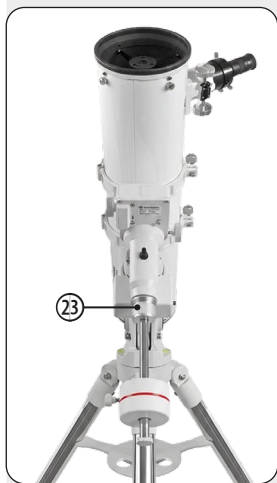

Fig. 25: Posizione di base equatoriale (vista frontale)
2. Se non è già stato fatto, orientare l'intero gruppo del telescopio in modo che la gamba del treppiede sotto l'asta del contrappeso sia rivolta (approssimativamente) verso nord. Quindi aprire il bloccaggio DEC (23), in modo che il tubo ottico possa essere ruotato. Ruotare ora il tubo finché punta verso nord. Richiudere i bloccaggi. (Fig. 25)
3. Se non è già stato fatto, determinare la latitudine del luogo di osservazione. Utilizzare le viti di regolazione della latitudine (16) per impostare la montatura del telescopio in modo che l'indicatore punti esattamente alla latitudine corretta del luogo di osservazione sulla scala della latitudine (16 a).